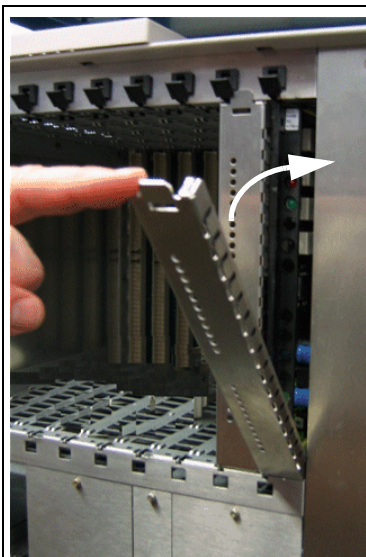

Figure 4-17 Montage du cache de blindage de module
2. Poussez le cache de blindage jusqu'en butée en direction du module (voir figure 4-17).